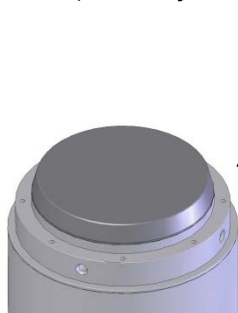

Figura 1
1. Curățați și degresați capacul, suportul ceramic, inelul ceramic de siguranță (C) și discul ceramic (A).
2. Ungeți superficial inelul de etanșare de tip „O” (D) și plasați-l în canelura din partea superioară a suportului ceramic.
3. Așezați central discul ceramic (A) pe inelul de etanșare de tip „O” (Figura 1).
4. Plasați inelul de siguranță (C) peste discul ceramic (A).